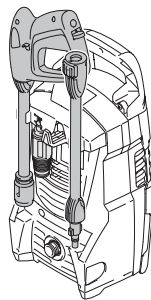

Fig. 31
6. Rangez les accessoires dans le compartiment de rangement et à l'arrière de l'appareil (Fig. 31).